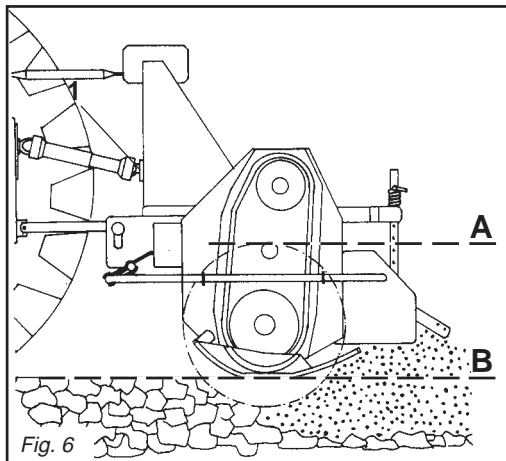

Fig. 6
- 4 - Collegare il terzo punto superiore ed effettuare una corretta regolazione con il tirante (1 Fig. 6) verificando che il piano superiore della zappatrice (A Fig. 6) risulti parallelo al piano terra (B Fig. 6). Ciò è molto importante allo scopo di ottenere il parallelismo tra l'asse della zappatrice e quello della presa di forza del trattore. Operare in queste condizioni significa limitare le sollecitazioni sulla presa di forza stessa e prolungare la durata dell'albero cardanico e della zappatrice stessa.
- 4 - *Connect the upper third-point and correctly regulate by means of the adjuster (1 Fig. 6), checking that the upper surface of the steerage hoe (A Fig. 6) is parallel to the ground (B Fig. 6). This is very important since it achieves parallelism between the axis of the steerage hoe and that of the tractor pto.*
- 4 - Den oberen Kupplungspunkt anschließen und den oberen Lenker (1 Abb. 6) korrekt einstellen. Sicherstellen, daß die obere Haubenkante der Hackfräse (A Abb. 6) parallel zum Boden (B Abb. 6) steht. Das ist sehr wichtig, um die Parallelität zwischen der Achse der Hackfräse und der der Schlepper-Zapfwelle zu erhalten. Wenn diese Parallelität gegeben ist, wird die Zapfwelle weniger belastet und das Leben von Gelenkwelle und Gerät wird verlängert.
- 4 - *Reliez le troisième point supérieur et réglez correctement à l'aide du tirant (1 Fig. 6).*
*Assurez-vous que le plan supérieur de la houe rotative (A Fig. 6) soit pratiquement parallèle au terrain (B Fig. 6).*
- 4 - Conectar el tercer punto superior y efectuar una correcta regulación con el tirante de regulación (1 Fig. 6) controlando que el plano superior de la binadora (A Fig. 6) resulte paralelo al plano al nivel del suelo (B Fig. 6). Esto es muy importante para obtener paralelismo entre el eje de la binadora y el eje de la toma de fuerza del tractor. Esto permite limitar los esfuerzos sobre la toma de fuerza misma y hacer durar el árbol cardánico y la máquina misma.